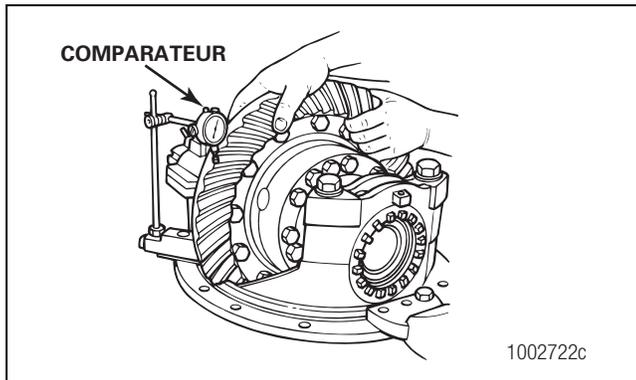

Figure 3.9
2. Placer un comparateur sur le flasque de la tête de pont. Placer le toucheau du comparateur sur la face côté entraînement d'une des dents de la couronne. Régler le comparateur à ZÉRO. Figure 3.9.